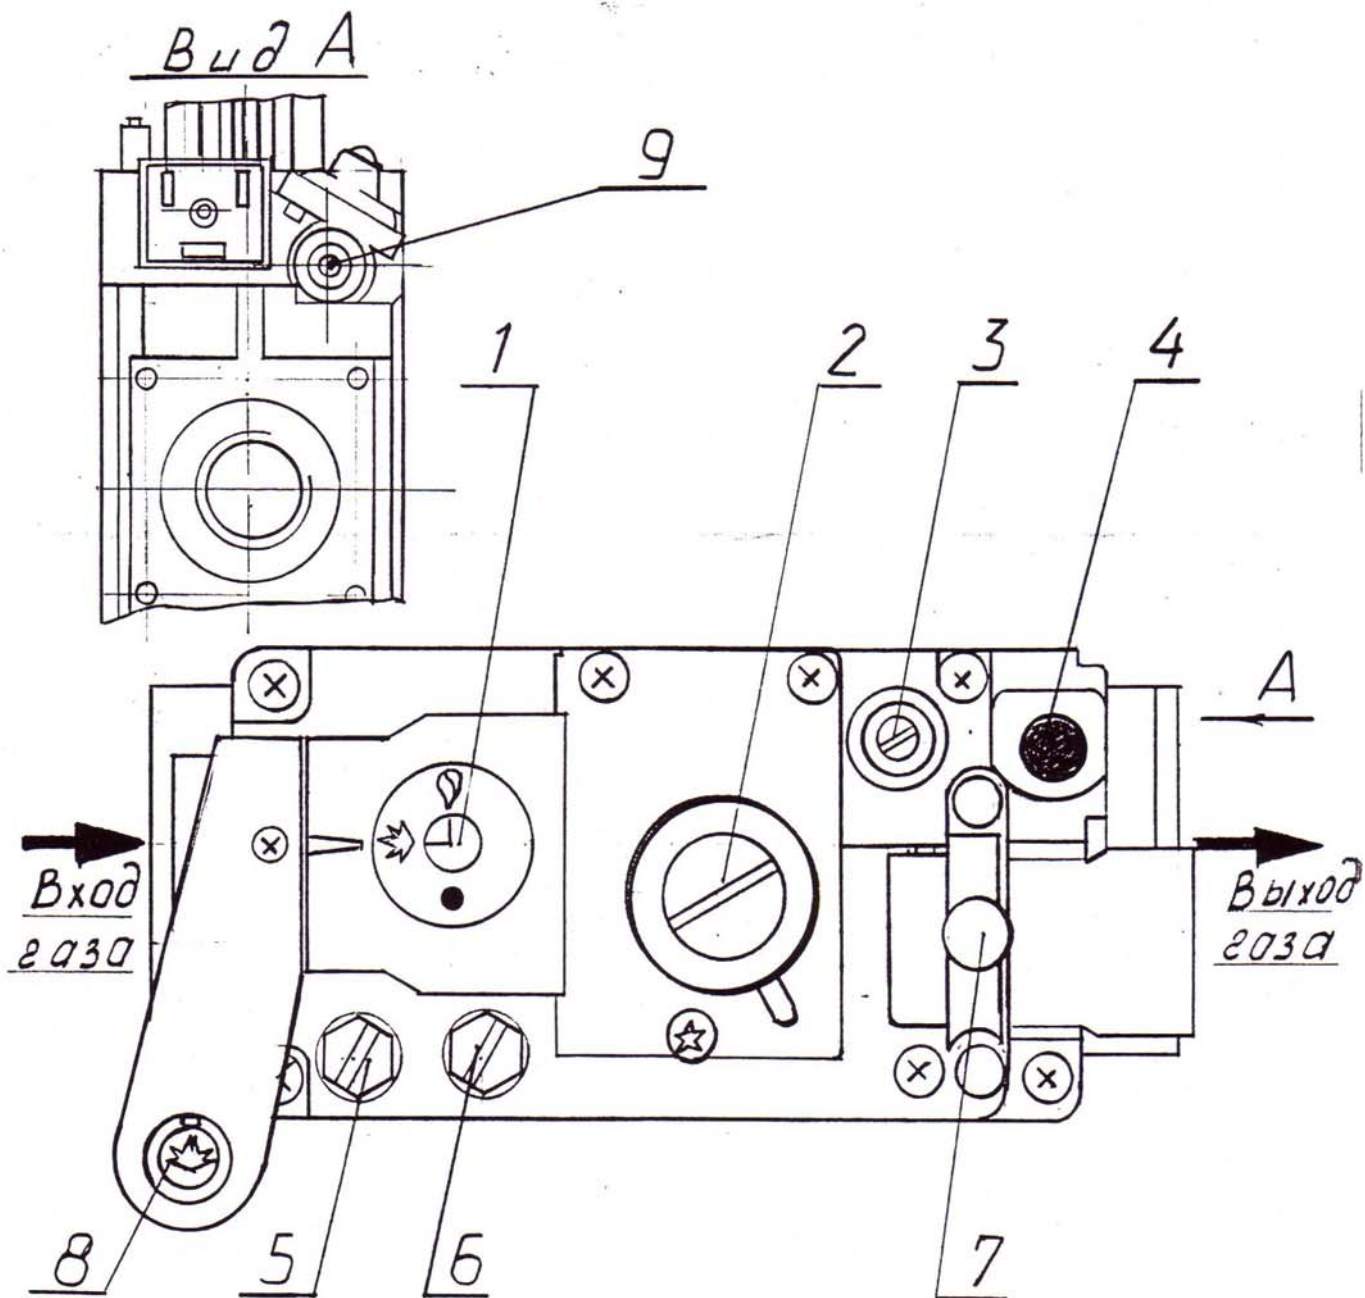

Рис. 4. Элементы управления газовым клапаном.
6.2.2. Проверьте состояние запорных устройств: кран на опуске газопровода к котлу должен быть закрыт, ручка 1 газового клапана должна быть в положении «●» (см. рис. 4).
6.3. При отсутствии тяги, погасании пламени запальника, падении давления газа в сети ниже минимального давления рабочего диапазона и перегреве котла происходит автоматическое отключение подачи газа к основной и запальной горелке. В этом случае необходимо закрыть газовый кран перед котлом и перевести ручку 1 (рис. 4) по часовой стрелке в положение «●» («ВЫКЛ.»).
-установите фитинг в гнездо выхода пилотного газа газового клапана /см. рис. 4 п. 9/, вверните до плотной посадки /упора/. В отверстие фитинга до упора установите чистую, без заусенцев, трубку.
В случае необходимости настройка давления газа производится соответствующими винтами газового клапана (см. рис. 4)
Открутите защитную заглушку с регулятора давления 2 (рис. 4). Для увеличения выходного давления вращайте регулировочный винт по часовой стрелке, для уменьшения – соответственно наоборот. После настройки закрутите защитную заглушку.
Для уменьшения потока газа вращайте винт 3 (рис. 4) по часовой стрелке, для увеличения – соответственно наоборот.